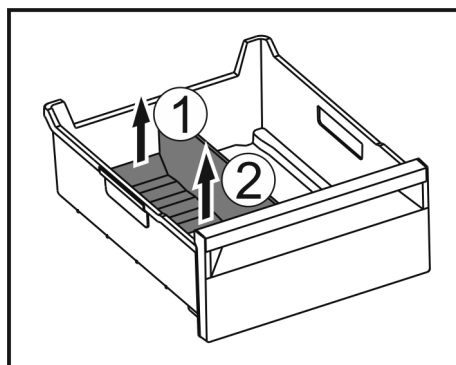

Fig. 213
- ▶ 提升冰格分隔器后部。 Fig. 213 (1)
- ▶ 向上取出冰格分隔器。 Fig. 213 (2)